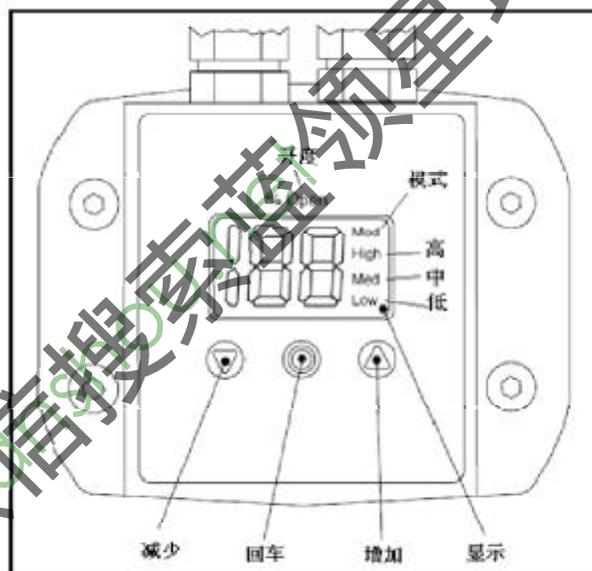
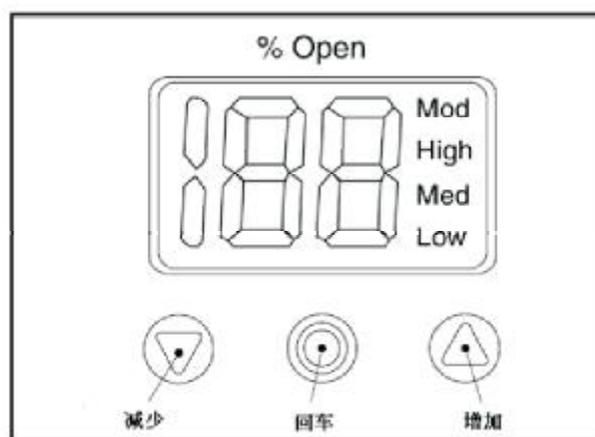

图22
图23
系统通过集成的ICAD MMI (图22和图23) 管理参数设置, ICAD MMI由下列部件组成
- “减少”箭头按钮 (图22)
- “增加”箭头按钮 (图22)
- 回车按钮 (图22)
• 显示 (图22)
- 以文本的方式显示功能状态（图22）。